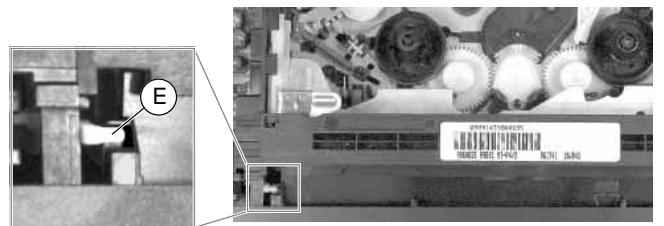

Fig. 4
**Remarque pour le remontage:** Lors du montage de la façade de l'appareil, le volet de logement de cassette doit être poussé vers l'intérieur de sorte que le levier (E) (Fig. 4) s'engage dans le guidage du volet de cassette.
**Note:** When attaching the front panel from the front to the video recorder press the cassette lid inwards so that the lever (E) engages with the guide (Fig. 4) of the cassette lid.